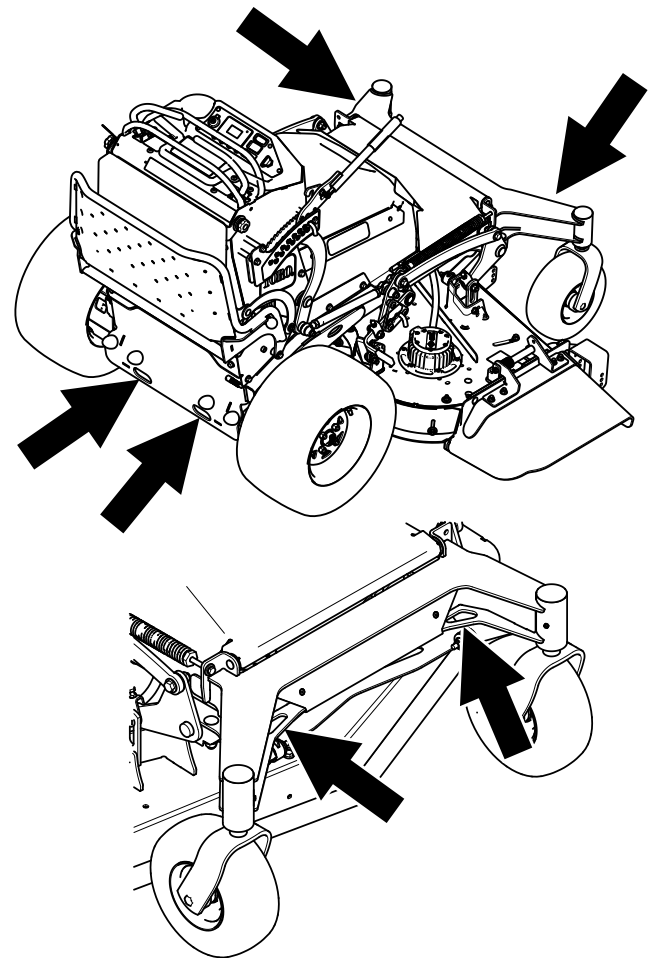

Figura 40
7. Amarre la máquina cerca de las ruedas giratorias delanteras o los orificios del bastidor delantero, y junto a los orificios del parachoques trasero con correas, cadenas, cables o cuerdas (Figura 40). Consulte la normativa local respecto a los requisitos de amarre.